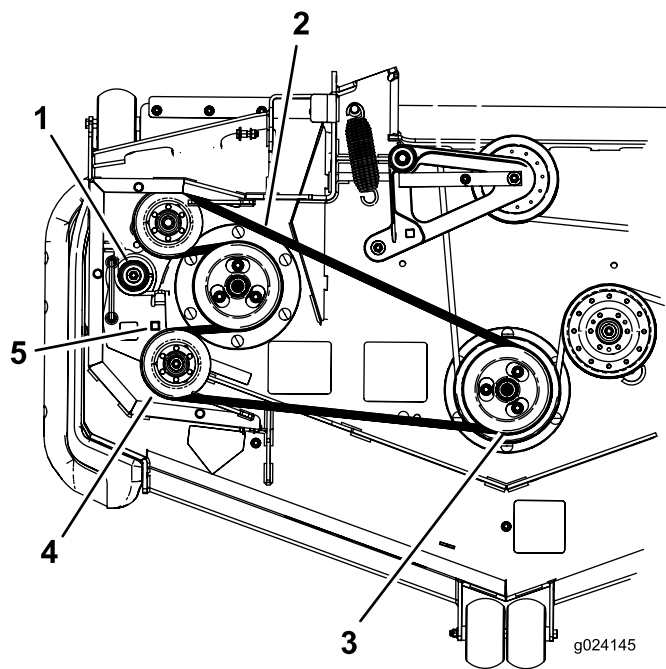

Bild 69
7. Setzen Sie eine Ratsche in das rechteckige Loch im Spannarm ein, um die Spannung an der Spannscheibenfeder zu lösen (Bild 69).